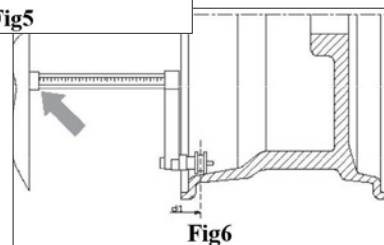

Fig6
3. Hvis den valgte programtype er ALS2, træk afstandssensoren ud og placer den på det plan, der er valgt til den indvendige vægt, som vist i Fig6.